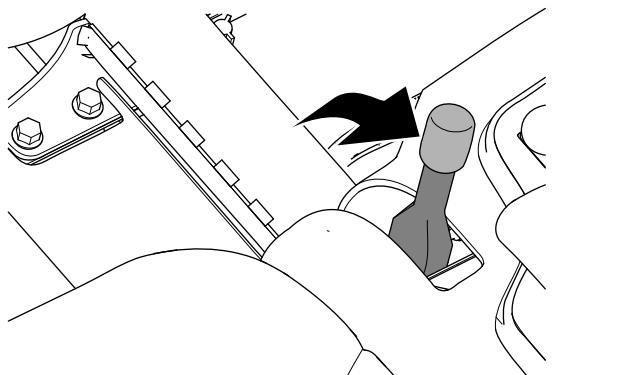

Figura 31
2. Inserite il freno di stazionamento (Figura 31).